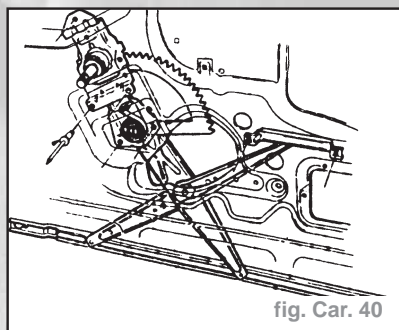

fig. Car. 40
- le mécanisme de lève-vitre après avoir rectifié la tête des 7 rivets (fig. Car. 40).